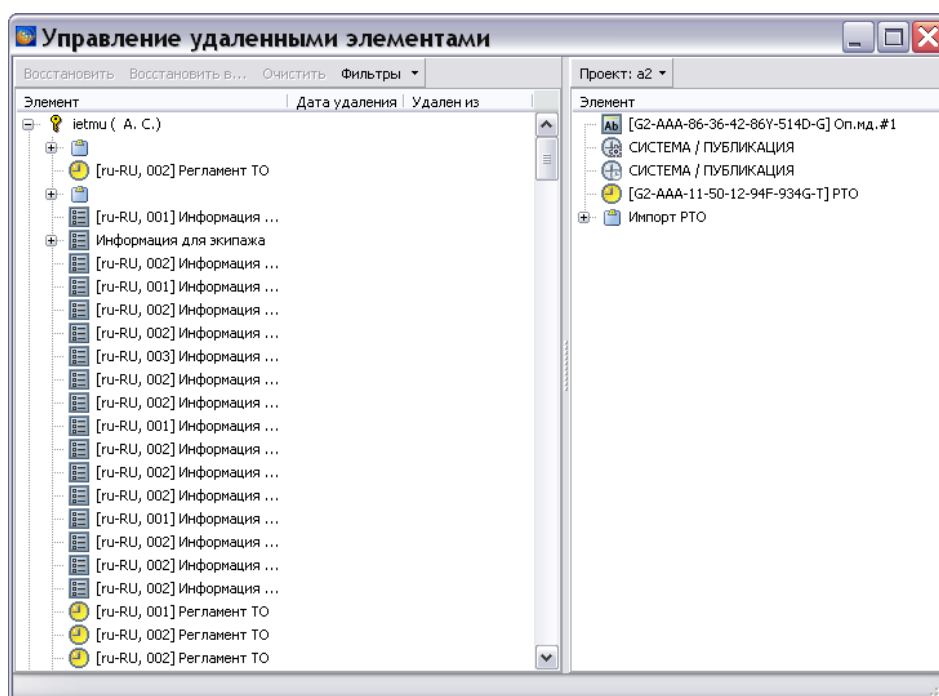

Рис. 4.9
1. Раскройте дерево объектов, удаленных конкретным пользователем, нажав на крестик слева от имени пользователя (Рис. 4.9).